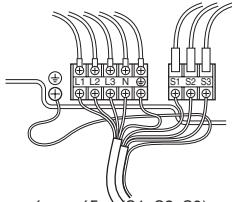

Fig. 6-2
### 6.1. Εξωτερική μονάδα (Fig. 6-1, Fig. 6-2)
① Αφαιρέστε το πλαστικό συντήρησης.
② Συνδέστε τα καλώδια που αναφέρονται στην Fig. 6-1 και στην Fig. 6-2.